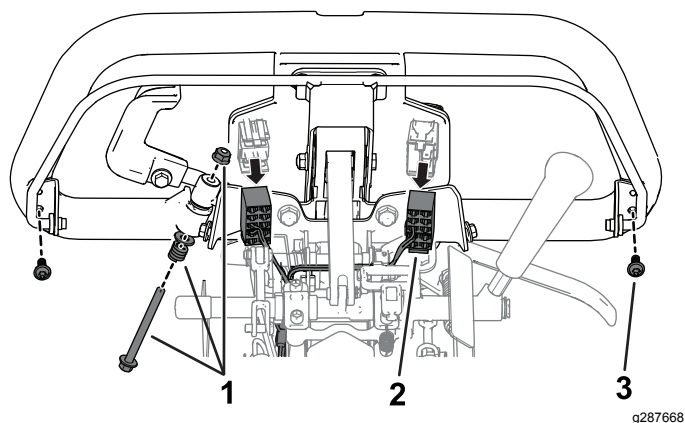

图 4
2. 卸下将油门臂固定到手柄上的螺母、螺栓、压缩弹簧及隔片图 4。
3. 卸下到手柄开关的任何线束连接图 4。
4. 卸下将拨环支架固定到手柄上的 2 个螺丝图 4。